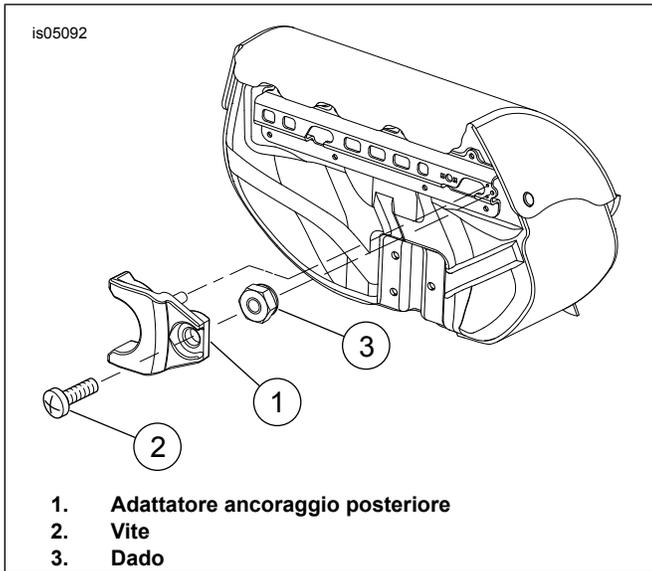

Figura 1. Installazione del kit dell'adattatore dell'ancoraggio posteriore
1. Vedere Figura 1. Inserire l'adattatore posteriore di ancoraggio (1) nei fori nella staffa della borsa portapacchi e tenerlo premuto in posizione.
2. Installare l'adattatore posteriore di ancoraggio usando vite (2) e dado (3). Serrare saldamente.